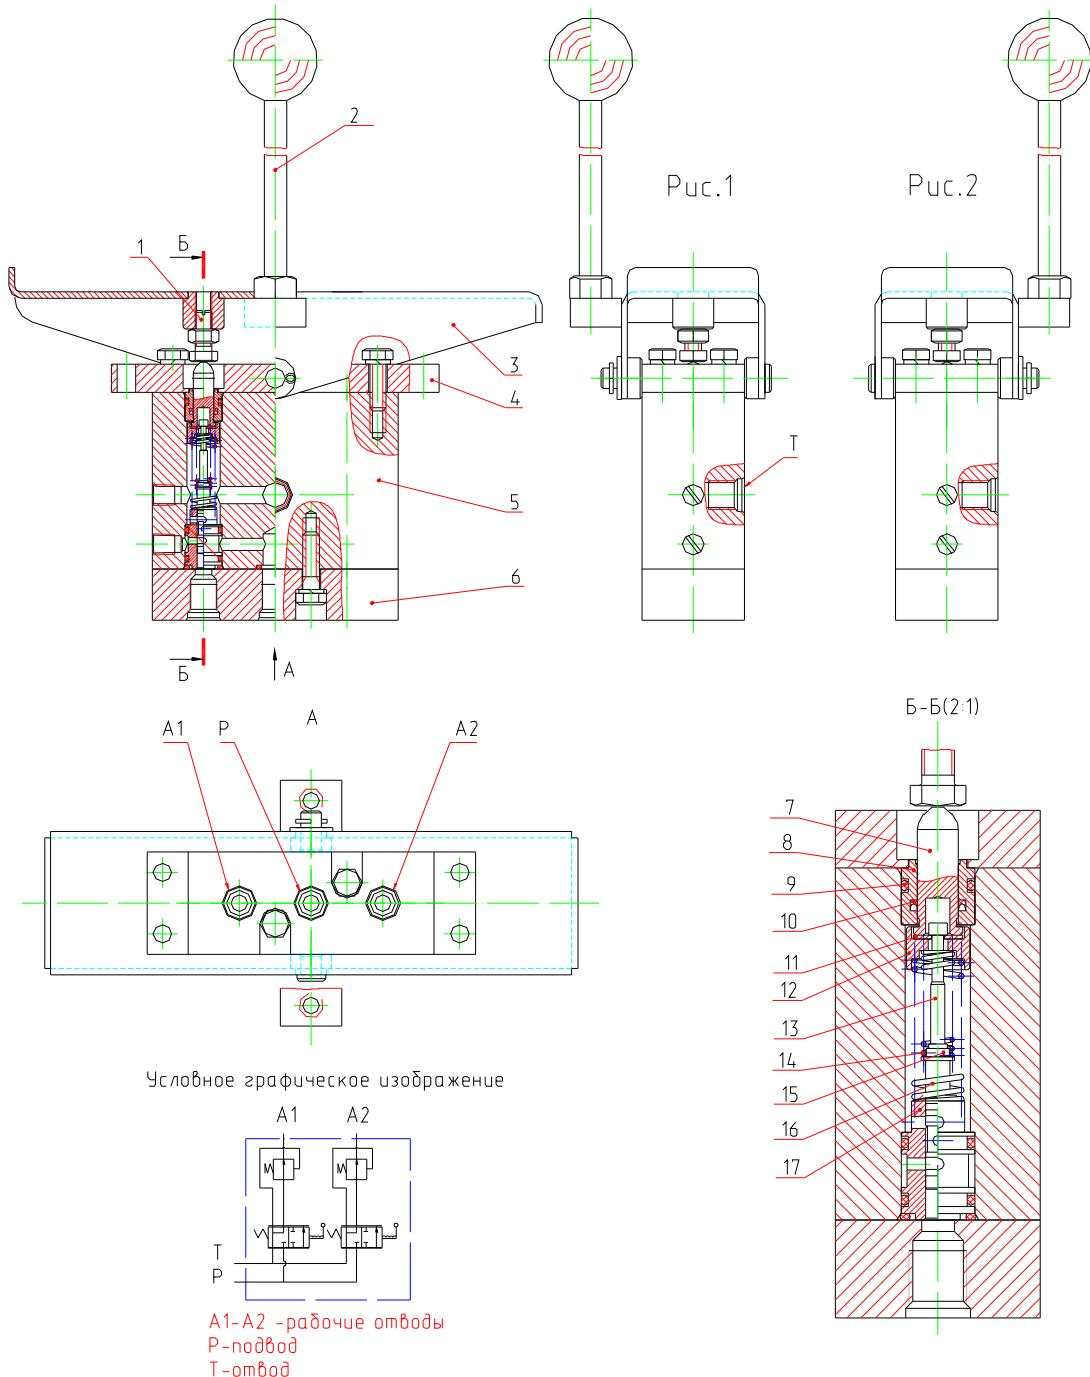

Рис. 40 Педальный блок управления ходом
2) **Педальный блок управления** (рис.40) – двухзолотниковый с возможностью включения одного из золотников педалью и с возвратом в нейтральное положение рычага при снятии с него управляющего усилия.